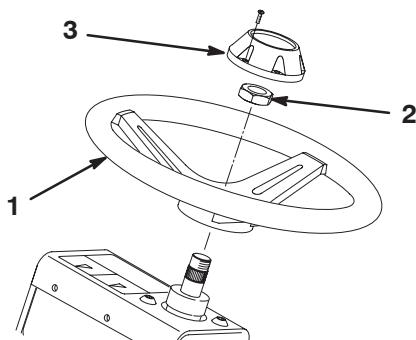

Figure 7
2. Fixez le volant sur l'arbre avec l'écrou de blocage (Fig. 7) et serrez-le à 27–35 Nm.
3. Fixez le couvre-moyeu au volant avec la vis (Fig. 7).